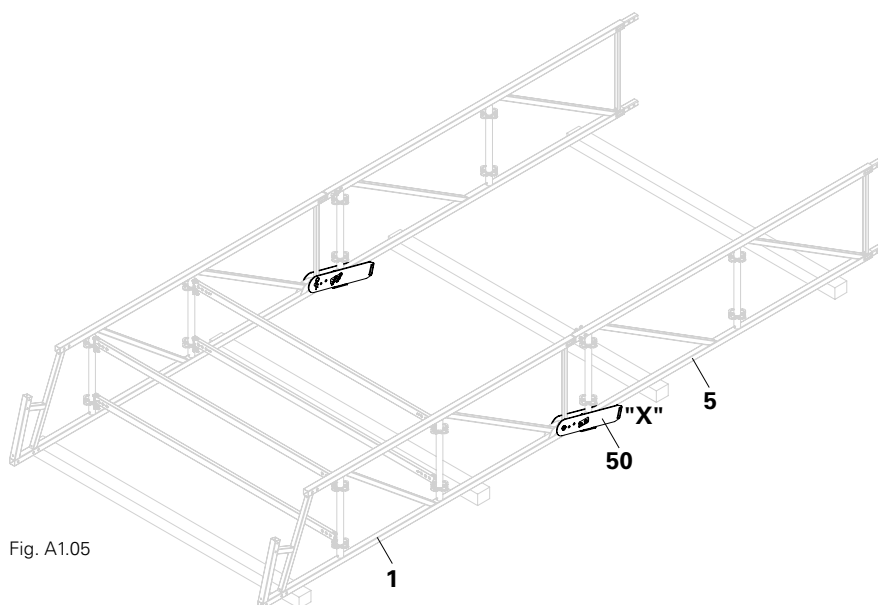

Fig. A1.05
1. Skub Standarddragerens rør (5) i tappen på tagfodsdrageren (1). (Fig. A1.05)